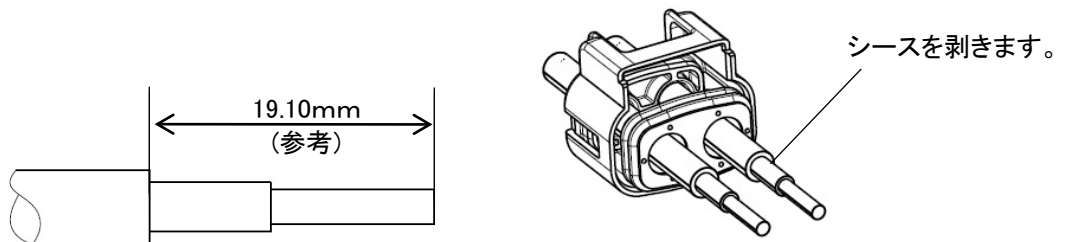

Fig.11
- 5.3. さらにシースを 19.10mm(参考)の長さに剥きます。(Fig.11 参照)